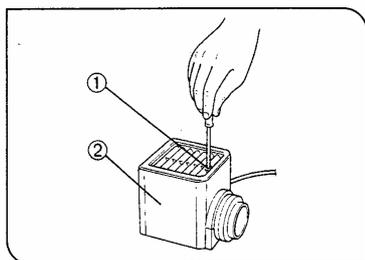

图 35
(1) 安装卤素灯和灯座 (图 35 到 37)
5. 从上面用灯室盖盖住灯室, 向下压住灯室盖, 拧紧灯室固定螺丝① (图 35)。